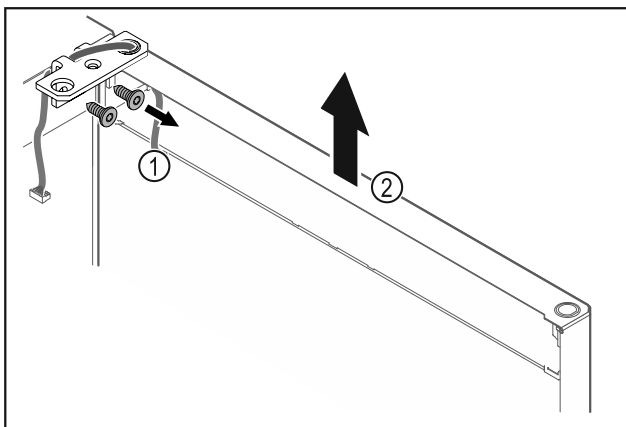

Fig. 19
- Irrota saranakulma Fig. 19 (1).
- Nosta ovea saranakulmineen Fig. 19 (2) noin 200 mm suoraan ylöspäin ja ota pois.